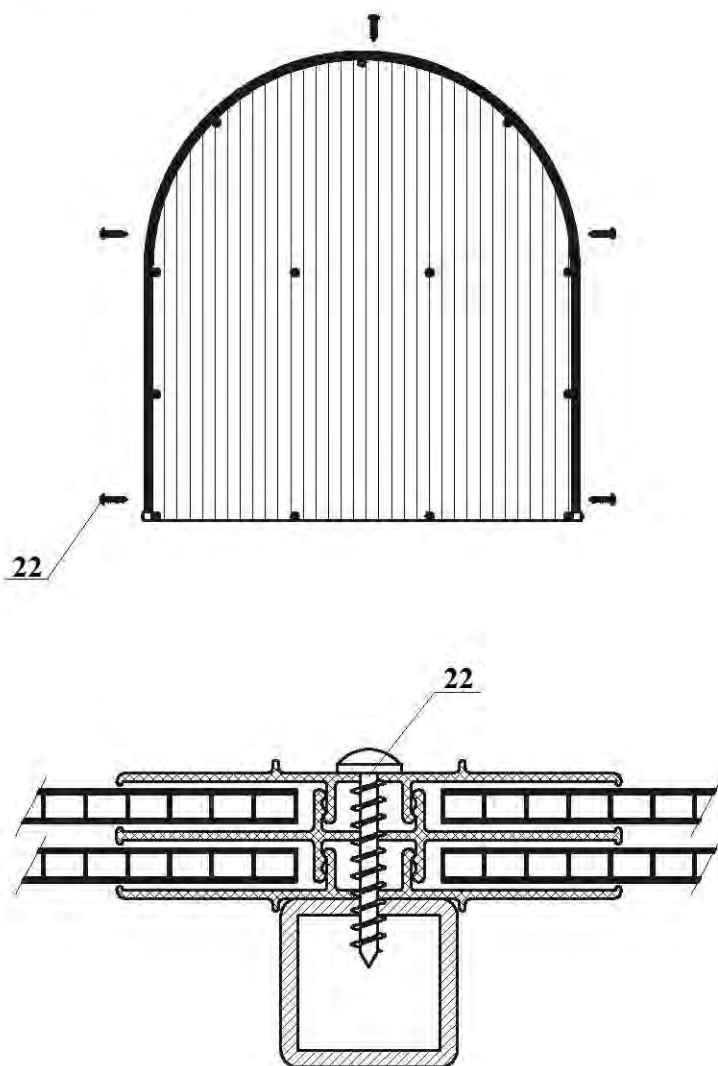

Рис. 17
6.3 Закрепляем направляющие саморезом 4,2x25 (поз. 22) в местах, указанных на рис.17.